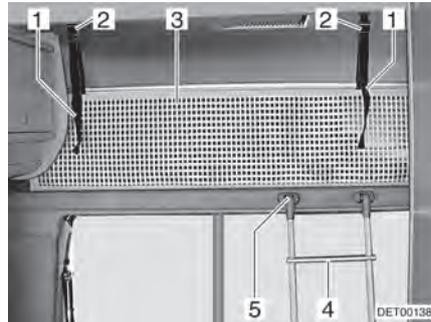

Fig. 72 Lit de capucine
Toujours monter sur le lit de capucine avec l'échelle de montée (Fig. 72,4) de série.
- Accrocher l'échelle par les longerons sur le bandeau du lit de capucine (Fig. 72,5) installé au bord du lit.
Le filet de sécurité (Fig. 72,3) de série est rangé entre le matelas et le sommier à lattes. Ne tendre le filet de sécurité qu'une fois que les personnes se trouvent dans la capucine.
- Faire s'enclencher les sangles de retenue (Fig. 72,1) dans les fixations (Fig. 72,2) au plafond.